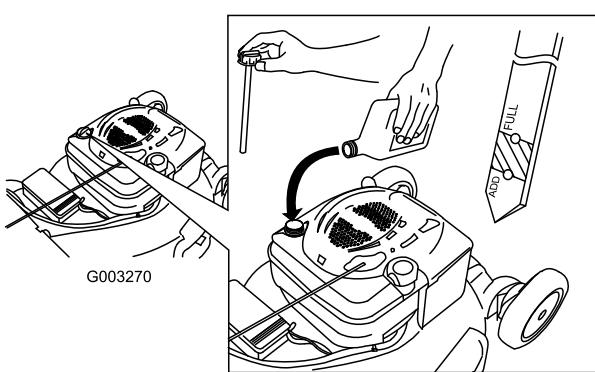

Рисунок 10
- Выньте щуп для измерения уровня, вытрите его, и затем вставьте на полную глубину (Рисунок 10).
- Выньте щуп и проверьте уровень масла (Рисунок 10). Если уровень масла ниже отметки **Add (ДОЛИТЬ)** на масломерном щупе, **медленно** заливайте масло в маслозаливной патрубок, чтобы поднять уровень масла до метки **Full (ЗАПОЛНЕНО)** на масломерном щупе. Проверка уровня масла с помощью щупа производится через 3 минуты после долива.